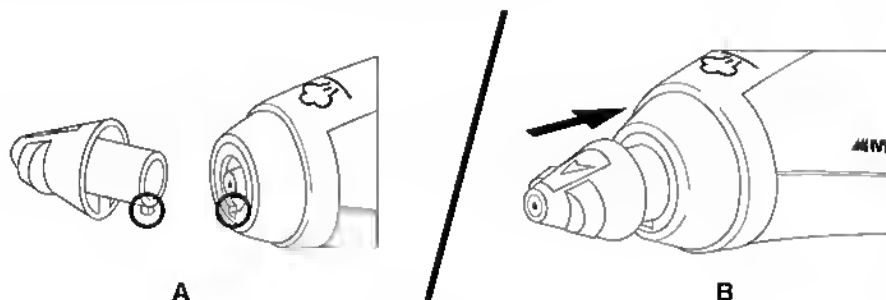

FIGURA 1
1. Alinee la Boquilla Recta / Boquilla Angulada / Cepillo Versátil con la Boquilla de Vapor, tomando nota de las flechas para arriba y para abajo del accesorio. Asegure que alinee la lengüeta en el accesorio con el agujero en la parte inferior de la Boquilla de Vapor (FIGURA 1-A).
2. Meta el accesorio en la Boquilla de Vapor (FIGURA 1-B).